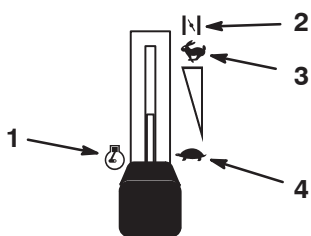

Figure 7
- Placez la manette d'accélérateur en position Starter (Fig. 7) pour démarrer à froid.
- Lorsque le moteur a démarré, placez la manette d'accélérateur à mi-course entre les positions de Régime maximum et de Ralenti (Fig. 7). Laissez chauffer le moteur pendant 3 à 5 minutes avant de mettre la manette d'accélérateur en position de Régime maximum.
- Placez la manette d'accélérateur en position de Ralenti (Fig. 7).